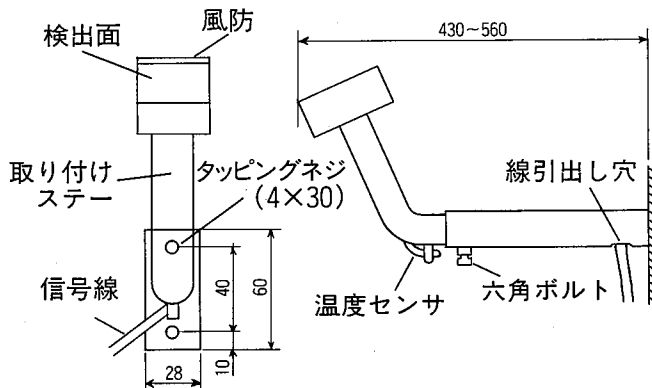

図2 センサ部外観
- ② 図2のように水分センサ部を付属のタッピングネジで固定してください。
- ③ 検出部の長さは六角ボルトで長さ調整ができます。(430mm~560mm)